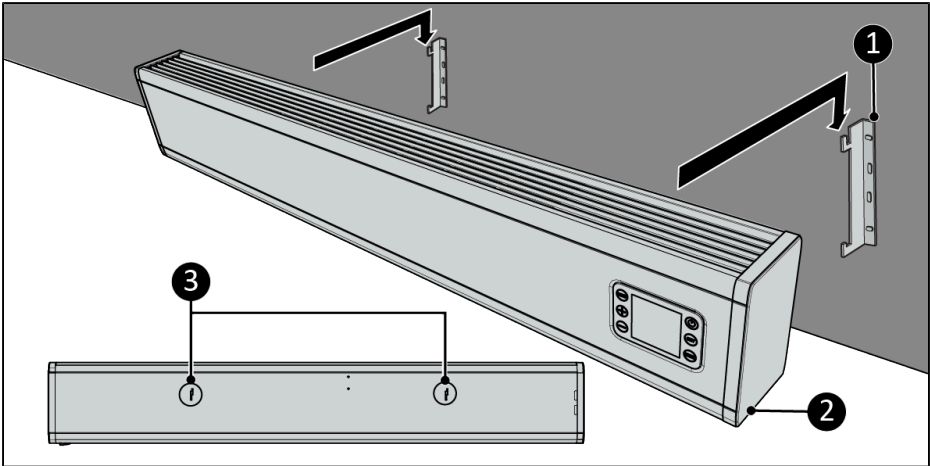

Abbildung 43.
7. Platzieren Sie die Halterungslöcher (Abbildung 43, pos. 3) über die Wandhalterungen (Abbildung 43, pos. 1).
8. Lassen Sie das Gerät (Abbildung 43, pos. 2) in die Öffnungen der Wandhalterungen gleiten (Abbildung 43, pos. 1).